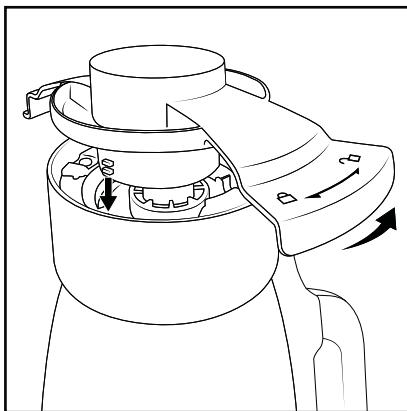

Fig. 4
- Com o auxílio do bloqueio da tampa 14, retire a lâmina 17. Para isso, pouse o bloqueio da tampa 14 sobre os dispositivos de fixação existentes na parte inferior da lâmina 17 e rode-o no sentido contrário ao dos ponteiros do relógio até ser possível retirar a lâmina 17 (fig. 4).